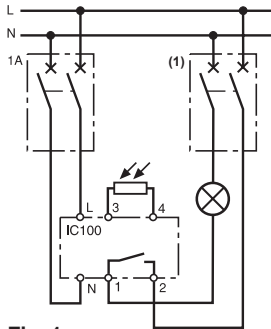

Fig. 1
- Vermogen ≤ 16 A, $\text{Cos } \varphi = 1$ (Fig. 1).